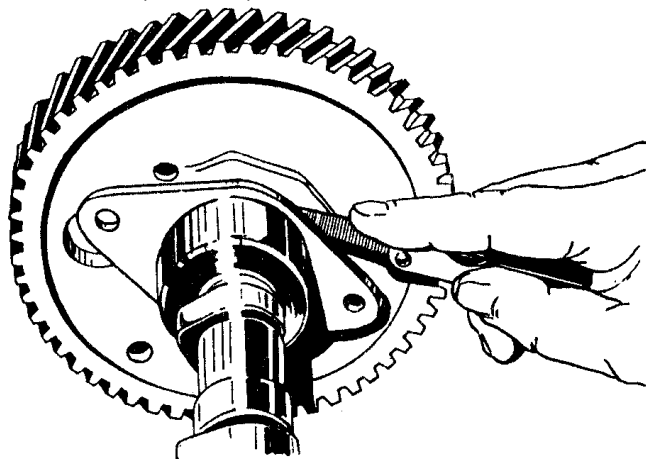

Рис.75. Проверка осевого зазора распределительного вала
- с помощью щупа, введенного между упорным фланцем и ступицей шестерни распределительного вала, измерить осевой зазор распределительного вала (рис.75). Зазор должен быть 0,08...0,26 мм.